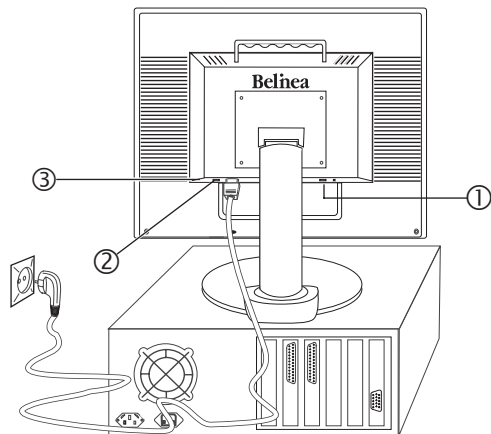

Abbildung 3. Stromversorgung anschließen
Wenn Ihr Computer zudem über einen Audioausgang verfügt, schließen Sie das mitgelieferte Audiokabel an die Audioeingangsbuchse des Monitors (① in Abb. 3) und die Line-Out-Buchse des PC an.
1. Schließen Sie das separate Netzkabel an den Monitor (② in Abb. 3) und eine Schuko-Steckdose an.
2. Der Monitor verfügt über einen Hauptnetzschalter, der sich auf der Rückseite des Monitorgehäuses, direkt neben der Eingangsbuchse für das Netzkabel befindet (③ in Abb. 3).